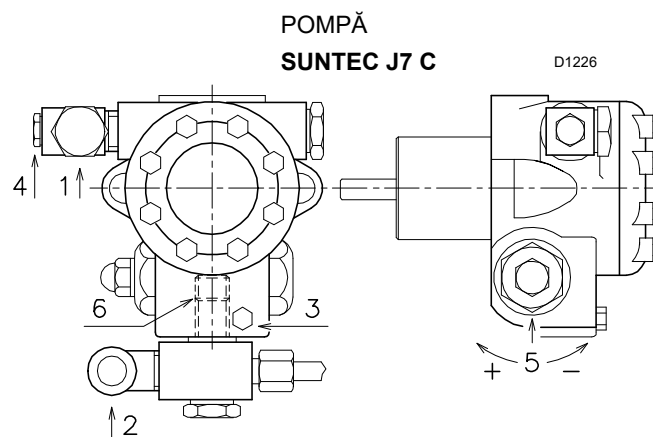

Fig. 22
Pompele au un by-pass care conectează returul cu aspirația. Acestea sunt instalate pe arzător cu by-pass-ul închis cu ajutorul șurubului 6)(Fig. 22).
- pentru ca pompa să se aprindă automat, este esențial să slăbiți șurubul 3)(Fig. 22) pompei pentru a evacua aerul conținut în conducta de aspirație.